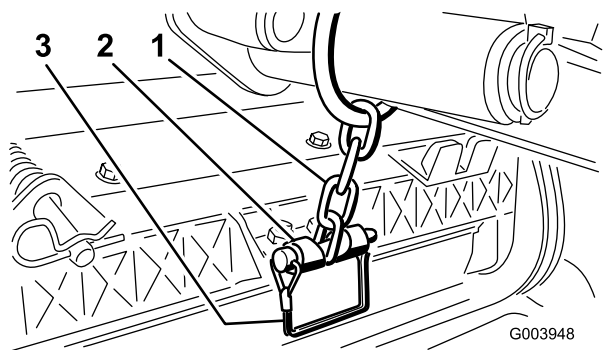

図 12
12. スナップ・ピンを使って、昇降アームのチェーンを昇降アームに固定する（図 12）。カッティングユニットのオペレーターズマニュアルに従って、決められたリンクを使用すること。